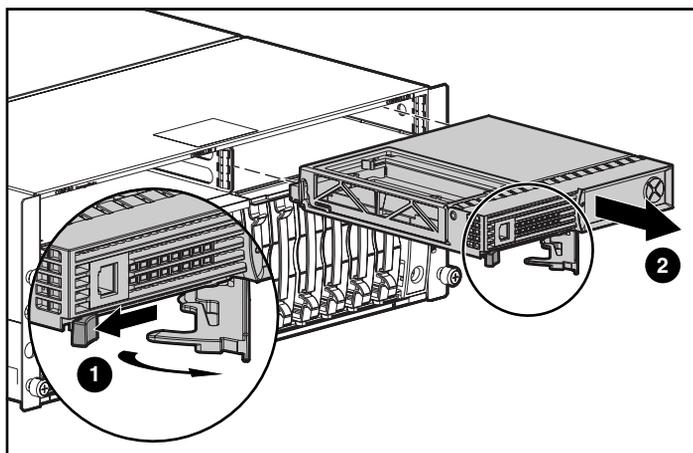

Figura 12: Sustitución del Controlador MSA1000
1. Presione el pestillo del Controlador y tire del asa del pestillo hacia usted ❶.
2. Extraiga el Controlador MSA1000 tirando de él y sacándolo del chasis ❷, como se indica en la Figura 12.